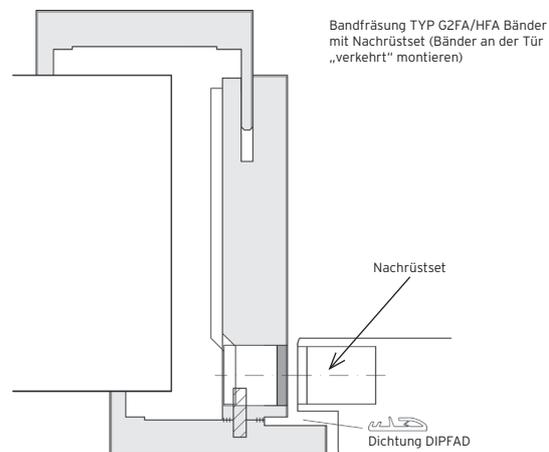
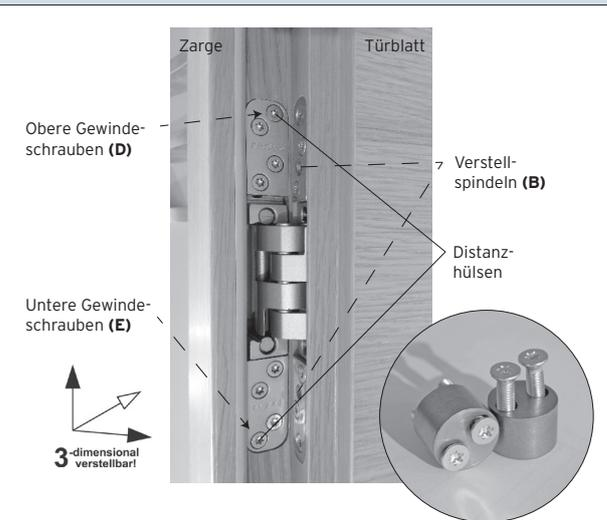

Bild 20 (Querschnitt Nachrüstset/Distanzhalter)
Bild 21
Bänder bei Türblatt „verkehrt“ montieren (nach innen) (**Bild 20**), bei Zargen Distanzhülsen unter Gewindeschraube (**D, E**) einlegen! (**Bild 21**)
*) Bild 20/21 Foto und Schnitt